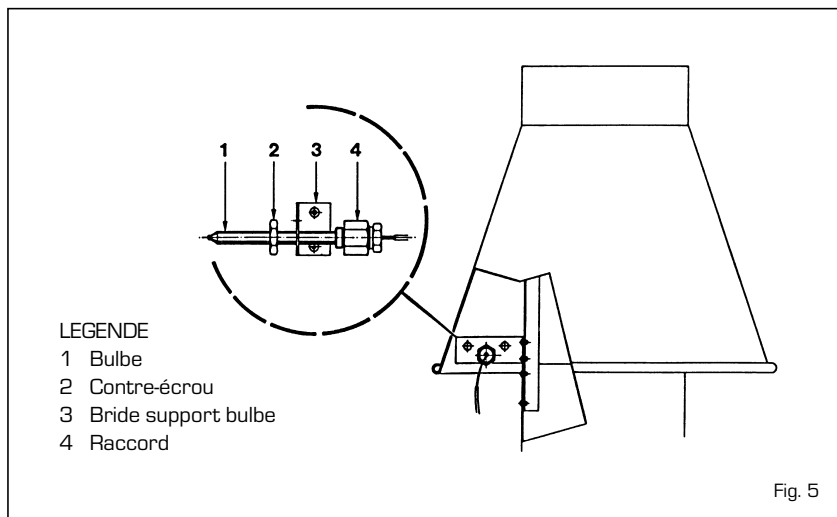

Fig. 5
**Dans les versions "52÷72" le bulbe du thermostat fumées doit être monté à l'arrière de la chaudière sur la bride support de l'antirefouleur et fixé avec le contre-écrou déjà prévu sur le bulbe (fig. 5).**